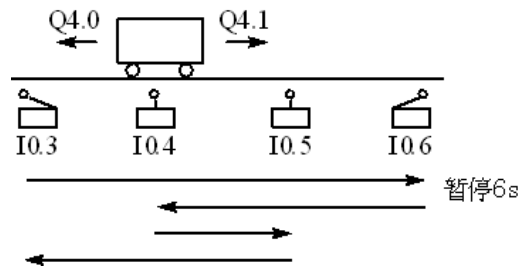

图 3
7、修改自动控制程序，要求如下：小车开始时停在最左边，左限位开关为 1 状态。按下右行起动按钮，小车按图 3 中的顺序运行，在右限位开关处暂停 6s，暂停时间到时左行，经过 3 段运动，最后返回起始位置。画出控制系统的顺序功能图，根据顺序功能图设计出梯形图程序，将 PLCSIM 的 CPU 切换到 STOP 模式后下载程序，下载后将 PLCSIM 的 CPU 切换到 RUN 模式。
8、在手动模式将小车移动到最左边，左限位开关为 1 状态。点击自动/手动开关，切换到自动模式。点击右行起动按钮，观察小车是否能按图 3 所示的要求自动运行，是否能在最右边暂停 6s，最后是否能返回并停在起始位置。